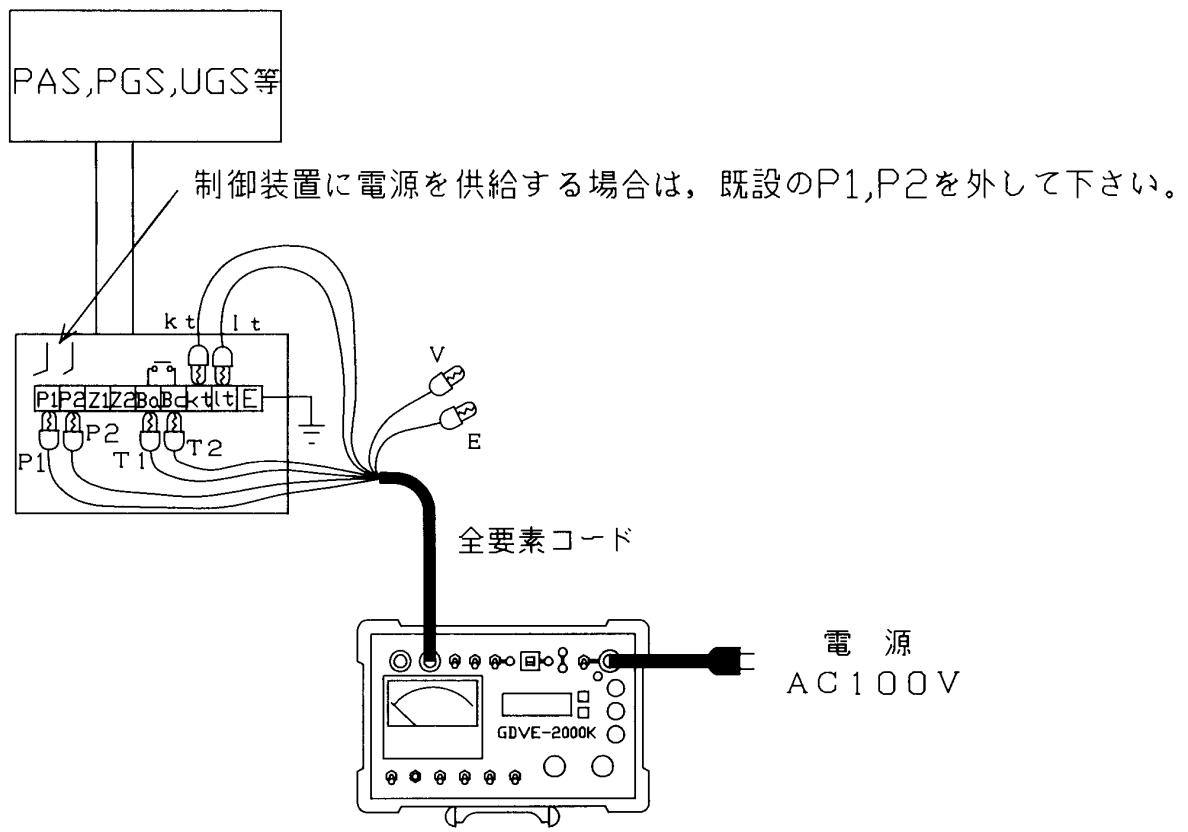

図3：試験回路図－PAS, PGS等の単体試験（停電状態）
7. 以上のような点を注意し、試験回路を構成します。(図3、4)